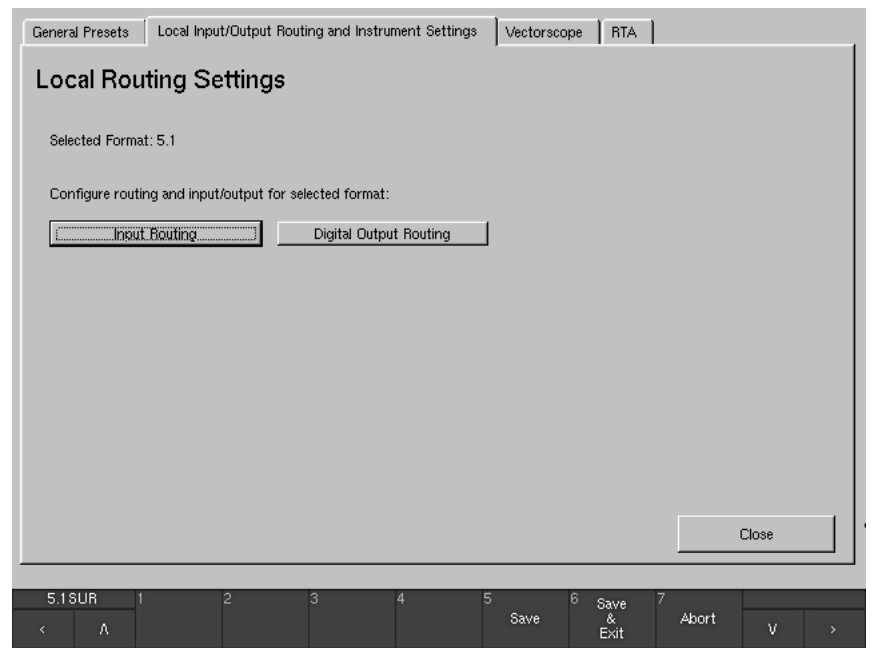

Bild 3-10: Die „Local Routing Settings“-Menü-Seite
- Klicken Sie auf die Schaltfläche „Close“, um die Einstellungen zu speichern und zur „Local Routing Settings“-Menü-Seite zurückzukehren (siehe Bild 3-10 auf der vorherigen Seite).
Siehe Bild 3-10